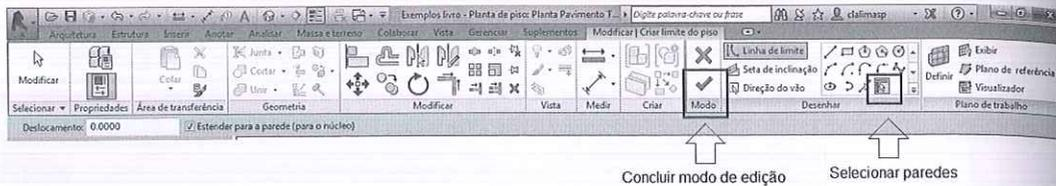

Figura 9.3 – Aba Modificar | Criar limite do piso – seleção de paredes.
1. Em seguida, temos duas opções: sendo selecionar paredes preexistentes ou desenhar o contorno com os comandos **Linha**, **Arco**, **Círculo**, **Polígono** etc. no painel **Desenhar** e compor a poligonal do piso. Esse modo chama-se **Edição**. Neste exemplo, vamos selecionar as paredes do desenho. Selecione a ferramenta **Selecionar paredes** no painel **Desenhar**, como destaca a Figura 9.3. Clique com o mouse na parede e uma linha rosa salienta a parede selecionada. Pode ser que a linha selecionada não seja a desejada; por exemplo, às vezes pode ser selecionada a linha de dentro da parede, mas se desejar a de fora, como no desenho a seguir. Neste caso, clique nas setas azuis e a parede selecionada se inverte.